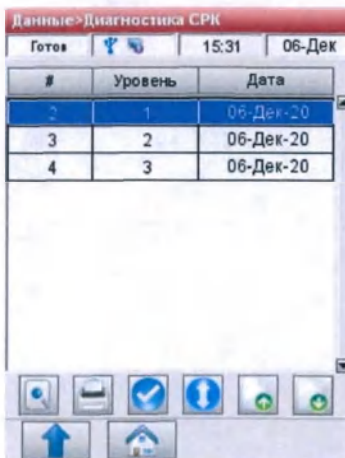
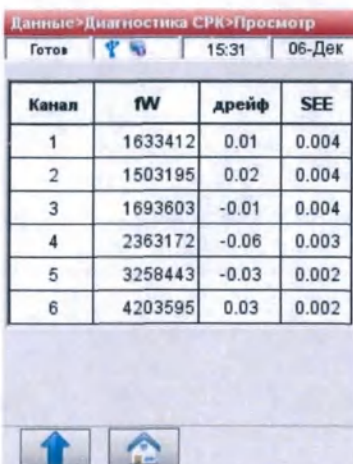

Рис.6-19 Выбор измерений
Рис.6-20 Диагностика СРК
3. На экране **<Данные – Диагностика СРК>** (Рис.6-19) выберите нужное измерение и нажмите кнопку **<Просмотр>** , чтобы отобразить результаты измерения (Рис.6-20).
5. Чтобы напечатать результаты для отдельных лотов, выделите желаемый лот (Рис.6-19).